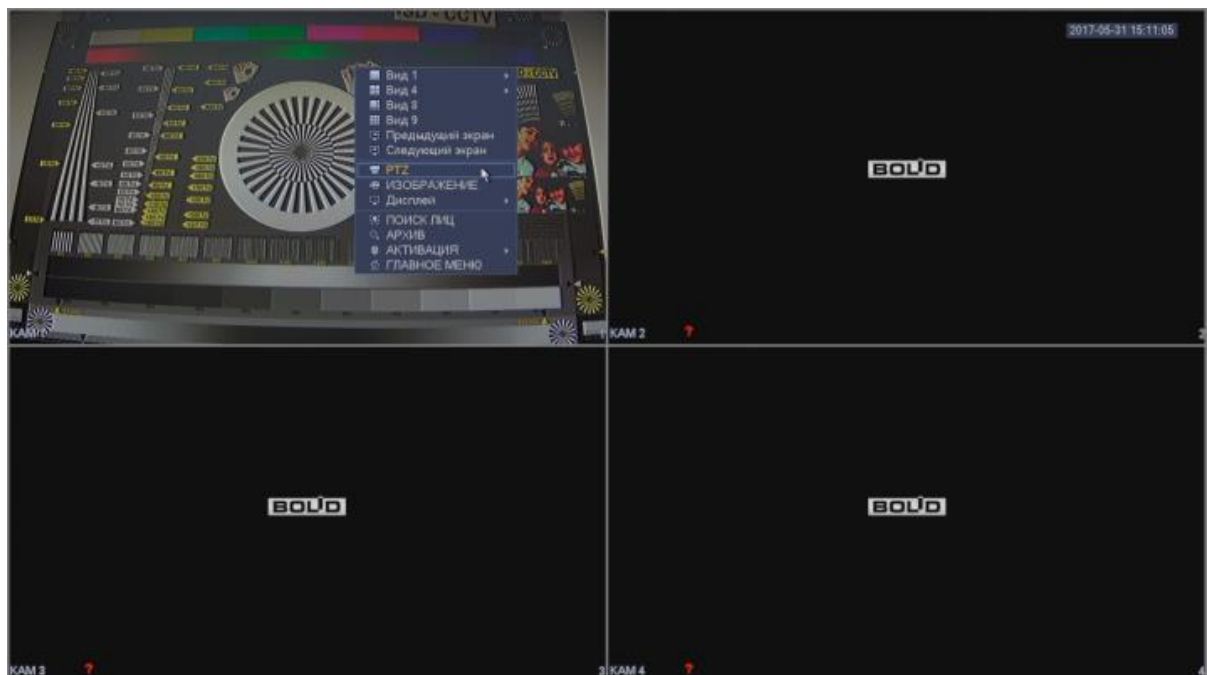

Рисунок 6.1
6.1 В интерфейсе аналогового видеорегистратора BOLID, в поле необходимой видеокамеры, нажмите правую кнопку мыши и выберите пункт «PTZ» (рис.6.1).